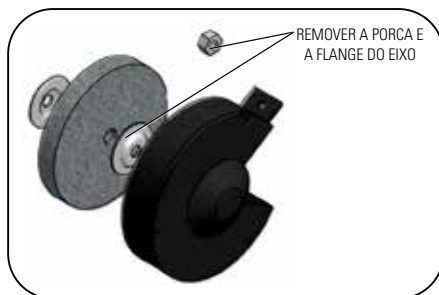

FIGURA 9.3
3. Segurando o rebolo firmemente, remova a porca e a flange do eixo com chave de boca 19mm. Figura 9.3. Note que a porca do lado esquerdo do rebolo possui rosca esquerda e a porca do lado direito possui rosca direita;